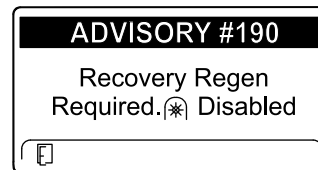

图 58
- Recovery regeneration required 需要恢复再生——功率输出已禁用 ADVISORY #190 第 190 号提醒 图 58